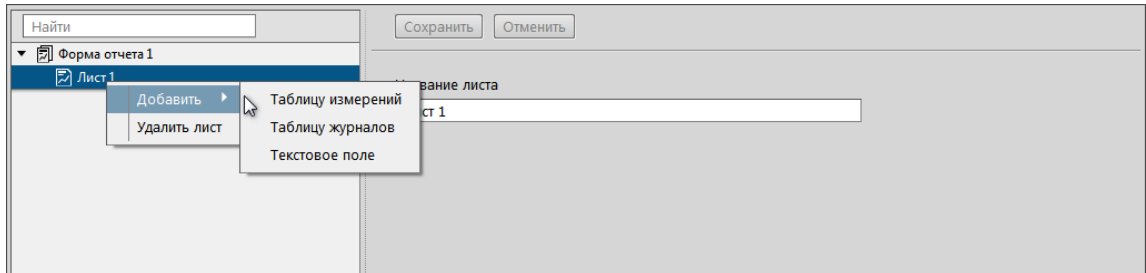

Рисунок 302 - Наполнение формы отчета
3. Нажмите **ПКМ** по созданному листу и выберите необходимый блок данных: **Таблицу измерений**, **Таблицу журналов** или **Текстовое поле** (Рисунок 302).